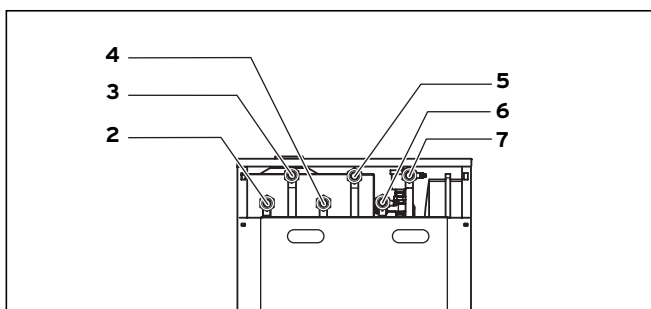

Fig. 5.1 Tilslutningernes placering
- Tilslut varmeanlæggets fremløb til tilslutningen til varmeanlæggets fremløb (6), se fig. 5.1.
- Tilslut varmeanlæggets returløb til tilslutningen til varmeanlæggets returløb (7), se fig. 5.1.
- Tilslut varmt vandstilslutningen (VV) (5), se fig. 5.1.
- Tilslut koldt vandstilslutningen (KV) (4) med de passende sikkerhedsanordninger, se fig. 5.1.
Der kan evt. tilsluttes en cirkulationsledning til tilslutningen (2), se fig. 5.1.